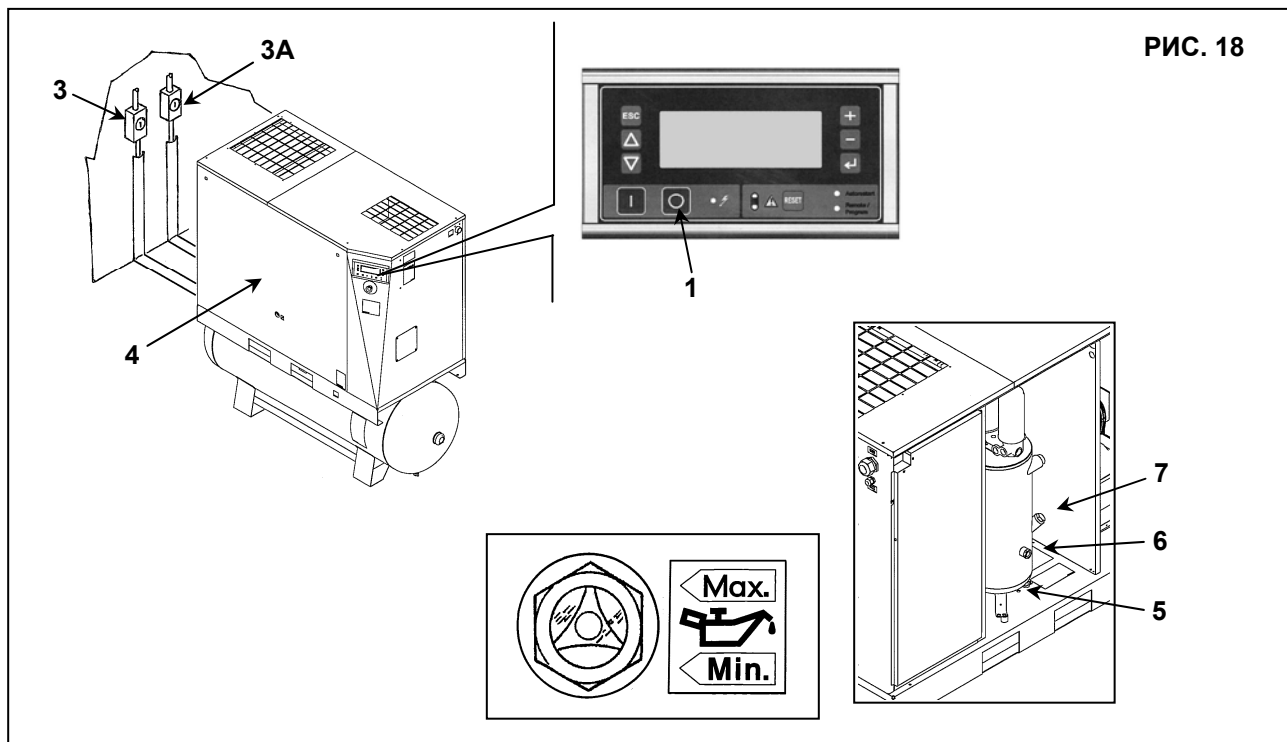

РИС. 18
- Выключите машину кнопкой (поз. 1, Рис. 18): при этом машина остановится через 45 секунд работы на холостом ходу.
- Включите автоматический дифференциальный переключатель питания, поз. 3 (на винтовом компрессоре) и поз. 3А (при наличии осушителя), Рис. 18.
- Снимите панели (поз. 4, Рис. 18) прилагаемым ключом.
- МЕДЛЕННО поверните краник (поз. 5, Рис. 18) и дайте конденсату стечь.
- Проверьте уровень масла по указателю (поз. 6, Рис. 18).
- Проверьте уровень масла по указателю (поз. 6, Рис. 18)
- Откройте переднюю панель (поз. 4, Рис. 18) специальным ключом.
- Медленно откройте масляную пробку (поз. 7, Рис. 18).
- Добавьте масло того же типа, которое залито в компрессор, до максимального уровня согласно поз. 6, Рис. 18.
- Выключите заглушку масляного бака (поз. 7, Рис. 18).
- Закройте панель (поз. 4, рис. 18).
- Выключите машину кнопкой, поз. 1 (см. рис. 18): при этом машина остановится через 45 секунд работы на холостом ходу.